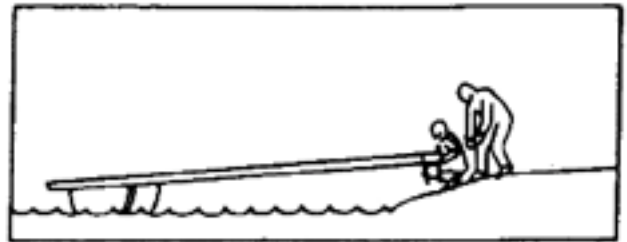

Fig. 1
3) Avmerkingen gjøres lettest ved at dobbeltboltene settes på plass på bryggen. Bryggens smale ende plasseres i en lettboat som så skyves fra land. Avmerk så boltene plassering med kritt (se fig. 1). Hull for bakre kjettingfeste avmerkes i en slik avstand fra tårnet at vinkelen mellom tårn og kjetting blir minst 45 grader når bryggen er ferdig montert (se fig. 2).